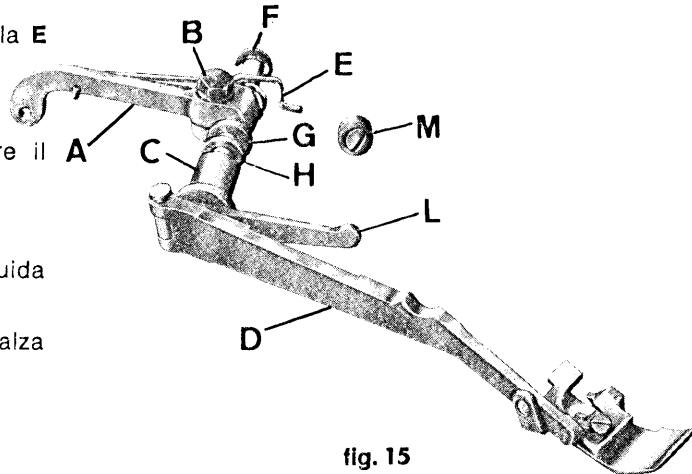

fig. 15
e) Bloccaggio e regolazione leva porta piedino (fig. 15)